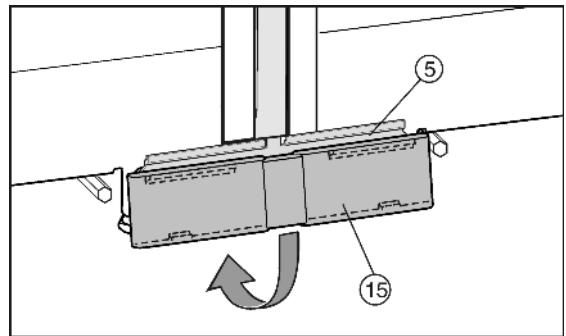

Fig. 11
- ▶ Az alsó fedelet Fig. 11 (15) felülről helyezze az összekötő lemeze Fig. 11 (5) és lent pattintsa be.